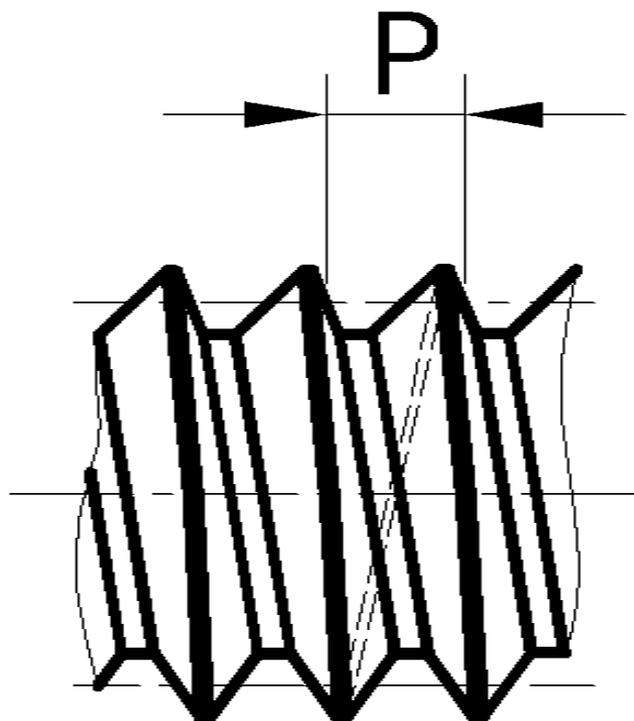

Рис.5.4
5.1.3. **Шаг резьбы (P)** - расстояние по линии, параллельной оси резьбы, между средними точками ближайших одноимённых боковых сторон профиля резьбы, лежащими в одной осевой плоскости по одну сторону от оси резьбы (рис.5.4).